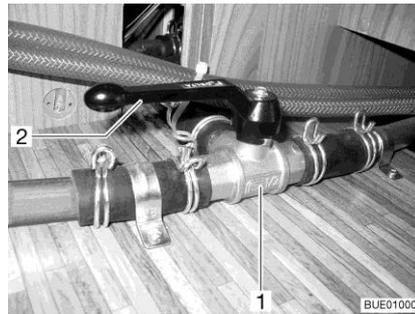

Fig. 161 Vanne à 3 voies
- Positionner le levier (Fig. 161,2) de la vanne à 3 voies (Fig. 161,1) parallèlement au sens du débit linéaire (Fig. 161).
- Positionner le levier (Fig. 161,2) de la vanne à 3 voies (Fig. 161,1) perpendiculairement au sens du débit linéaire.